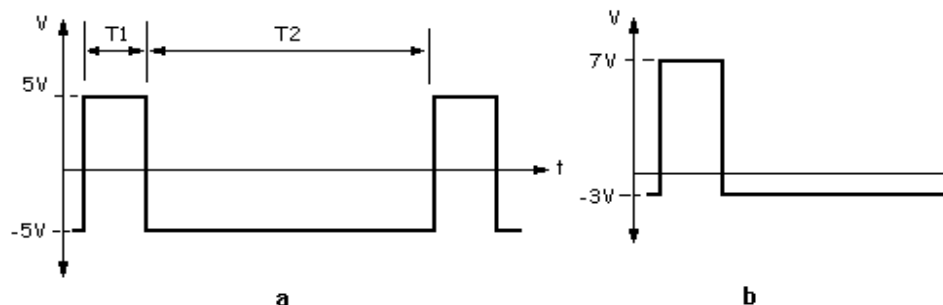

Figura 1: Señales para el ensayo
1. Ajustar el control de ancho de pulso ( duty cycle) al mínimo y los controles de amplitud hasta lograr la señal de la figura 1, parte a. Medir entre los puntos A y B con los tres Multímetros estudiados la tensión, utilizando la escala que proporcione la mejor lectura tanto en Modo CC como en modo CA y volcar los resultados a la tabla siguiente:
1. Utilizar el mismo banco de medición de la figura 1, pero conectando "en paralelo" con el osciloscopio la entrada del contador universal, usado en modo "frecuencímetro", por medio de un cable BNC-Cocodrilo auxiliar. Solicitar ayuda del docente para setear tanto el osciloscopio como el contador universal.